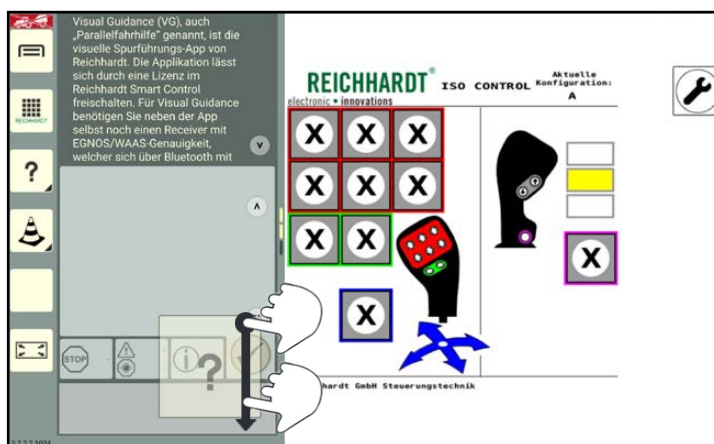

Abb. 84: Anwendung in neues Miniaturfenster verschieben und platzieren
2. Positionieren die Anwendung oberhalb des ersten, unterhalb des letzten oder zwischen zwei beliebigen Miniaturfenster (siehe Abb. 84). Ähnlich wie beim Hinzufügen neuer Miniaturfenster.